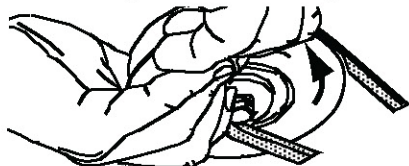

Figura 55
9. Tire del lado derecho de la correa y coloque el lado V angosto de la correa en la polea de la PTO. Consulte la Figura 55.